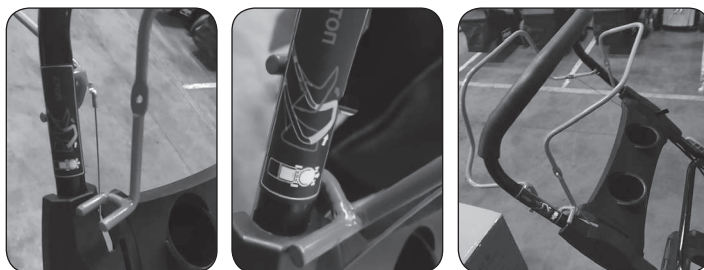

Рис. 14
- Вставьте тросик рычага тормоза (рычаг останова) в металлическую ручку. Установите метрическую ручку на место (Рис.14).